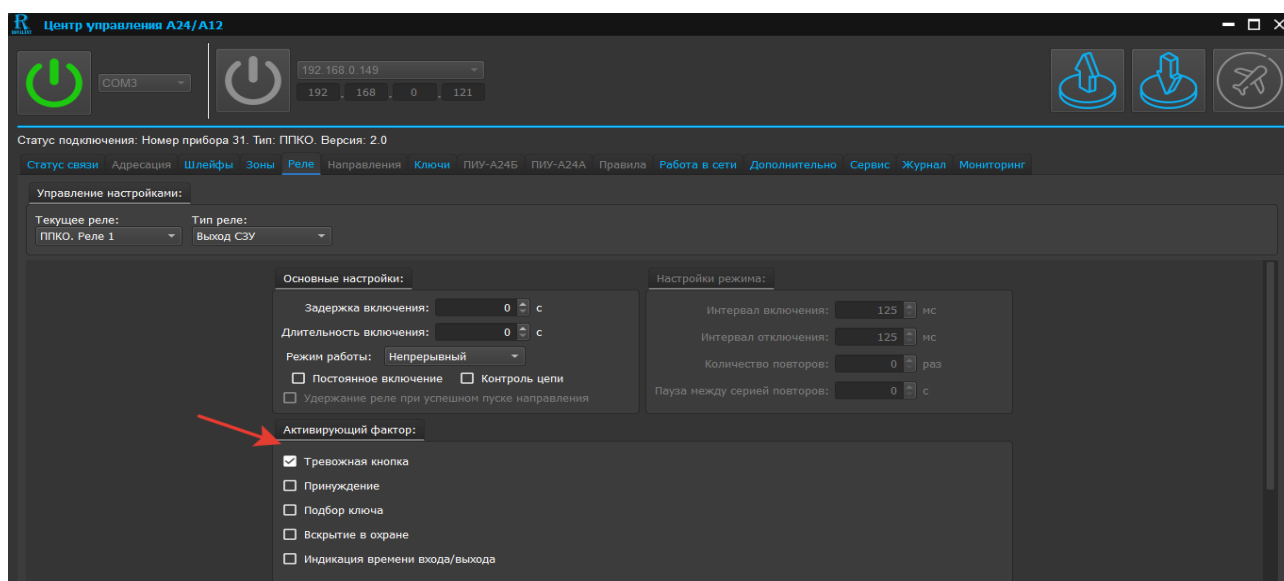

Рис. 48. Скриншот окна редактирования вкладки «Активирующий фактор»
6.3.3.2 Редактирование параметров реле типа «Выход СЗУ» во вкладке «Активирующий фактор» (см. рисунок 48)